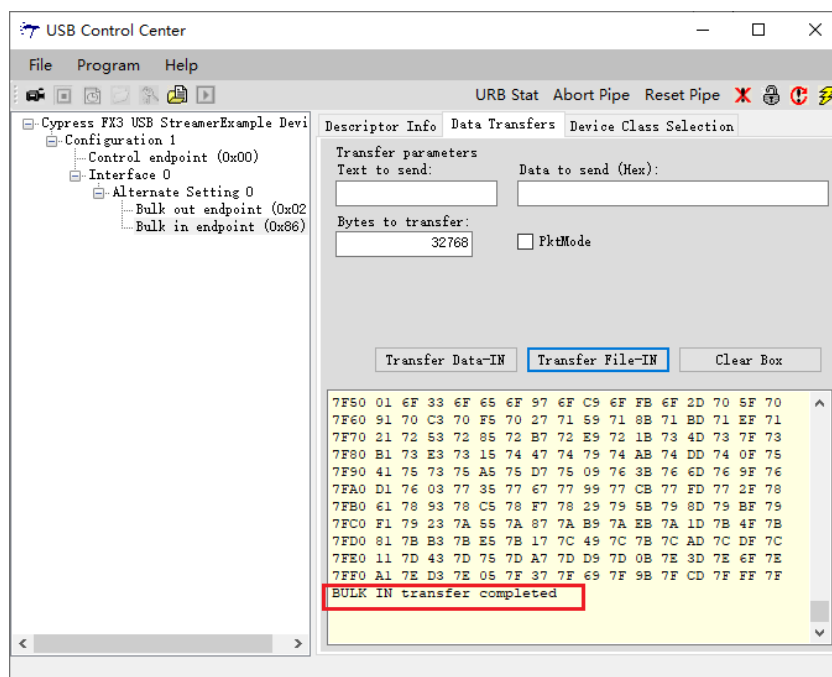

图 1-20 数据传输完成界面显示
9. Cypress 软件接收数据，并提示传输成功。如下图 1-20 所示。